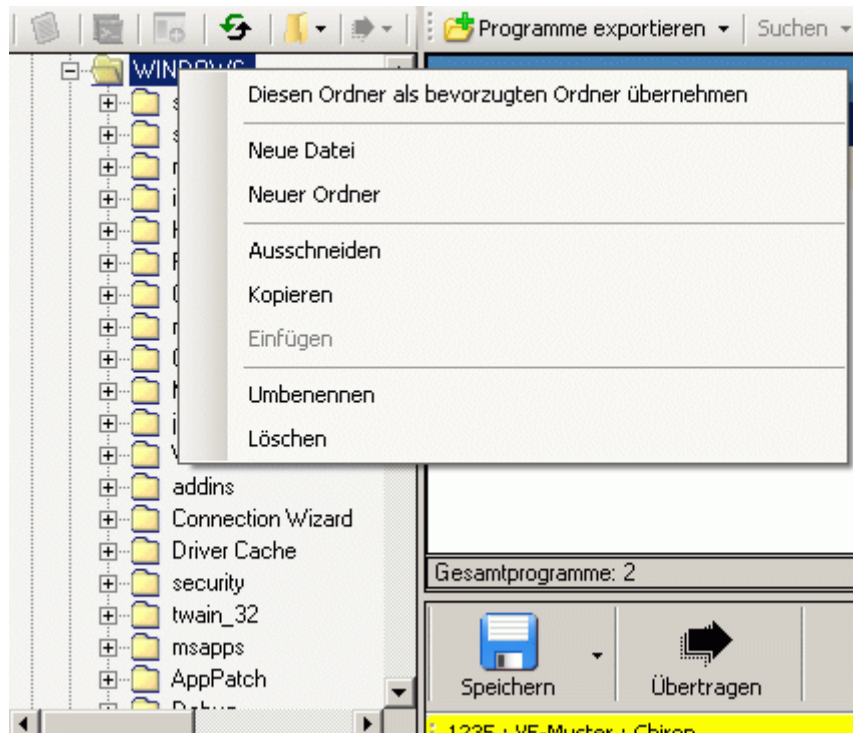

Abbildung 17.1: Verzeichnisoperationen
18.2. Beim Klicken auf ein Knoten (Plus Zeichen neben dem Laufwerk bzw. Ordner) erweitert sich die Liste um die im Laufwerk bzw. Ordner befindlichen Unterordner oder Dateien. Beim Rechtsklick auf einen Ordner öffnet sich ein anderes Kontextmenü wie in Abbildung 17.1.